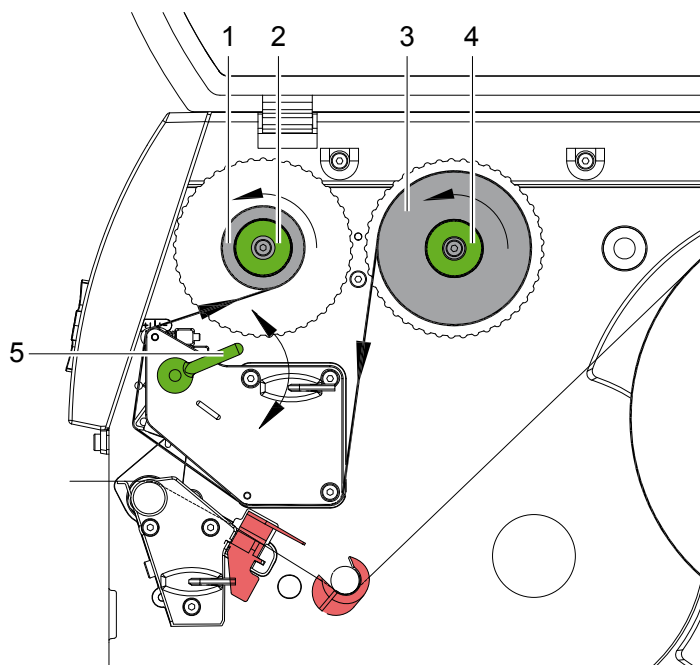

Figura 15 Percorso del nastro di stampa
2. Ruotare la leva (5) in senso antiorario per sollevare la testa di stampa.
3. Spingere il rotolo (3) sullo svolgitore (4) fino in battuta in modo tale che lo strato di colore del nastro sia rivolto verso il basso durante lo svolgimento.
4. Trattenere con una mano il rotolo (3) e ruotare la ghiera (4) in senso antiorario fino a bloccare il rotolo.
5. Inserire un'anima di cartone sull'avvolgitore (1) e fissarla allo stesso modo ruotando la ghiera.
6. Svolgere il nastro di stampa attraverso la meccanica di stampa seguendo il percorso rappresentato in figura 15.
7. Fissare, con un nastro adesivo, l'estremità iniziale del nastro di stampa sull'anima (1) in modo che si avvolga in senso antiorario.
8. Far ruotare a mano l'avvolgitore del nastro di stampa (2) in senso antiorario per stendere perfettamente il nastro di stampa.
9. Ruotare la leva (5) per bloccare la testa di stampa.